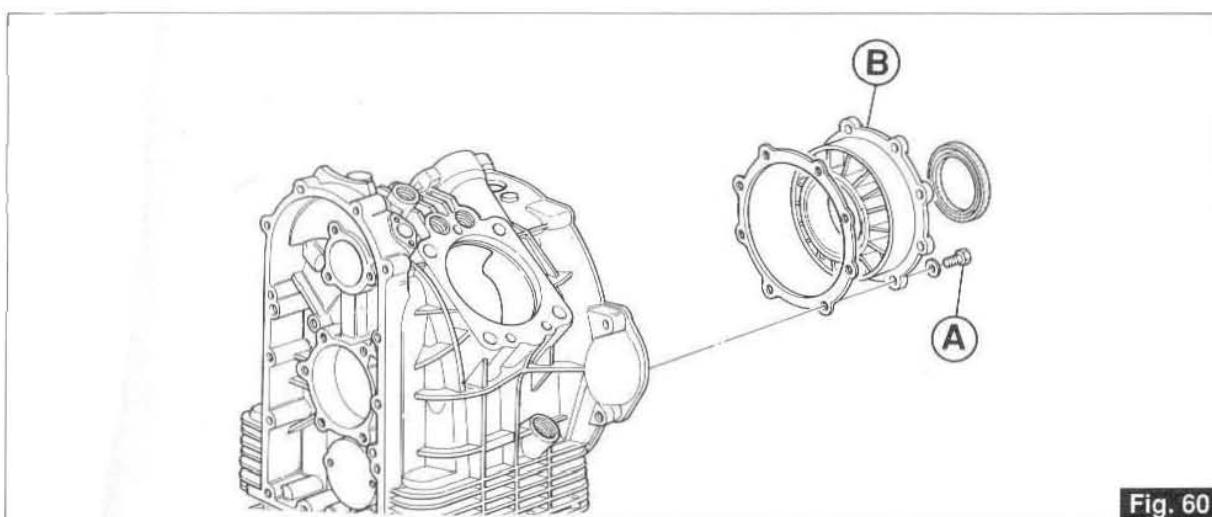
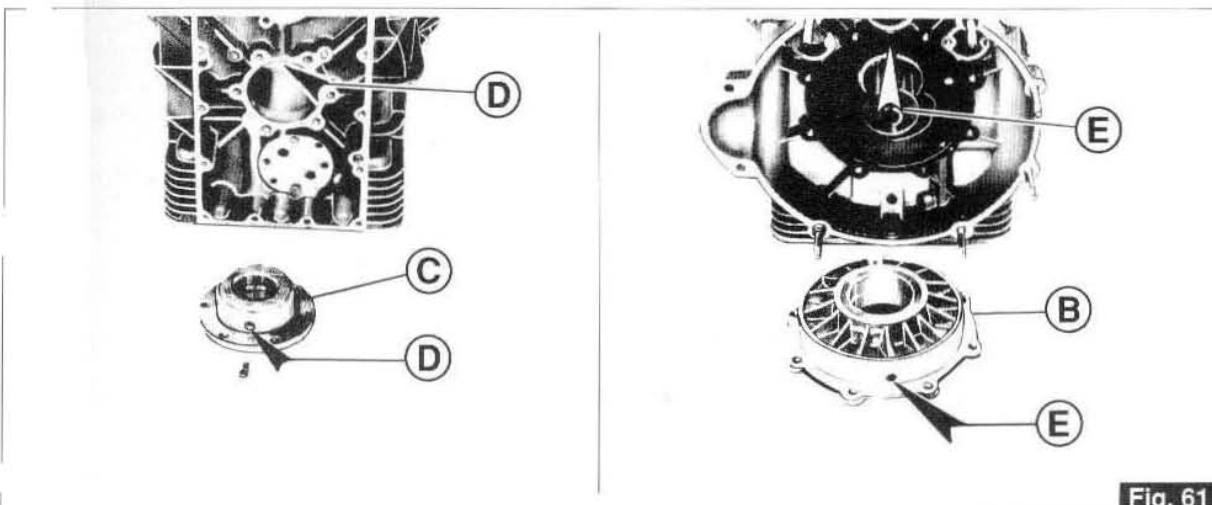

Fig. 60
Fig. 61
- Pour éviter des fuites d'huile des 2 vis inférieures «A» qui fixent le flasque-support postérieur «B» de l'arbre moteur, posez du ruban de téflon sur le filet de ces vis (Fig. 60).
- Lors du montage des flasques «B» et «C» sur le bloc-moteur, respectez la position de montage des trous «D» et «E» (Fig. 61).
- Um zu vermeiden, daß über die 2 unteren Feststellschrauben «A» des hinteren Halterungsflansches «B» der Motorwelle Öl ausfließt, für die Schrauben bereits erwähntes Teflonband verwenden (Abb. 60) Beim Montieren der Flansche «B» und «C» auf das Kurbelgehäuse die Montageposition der Bohrungen «D» und «E» beachten (Abb. 61).